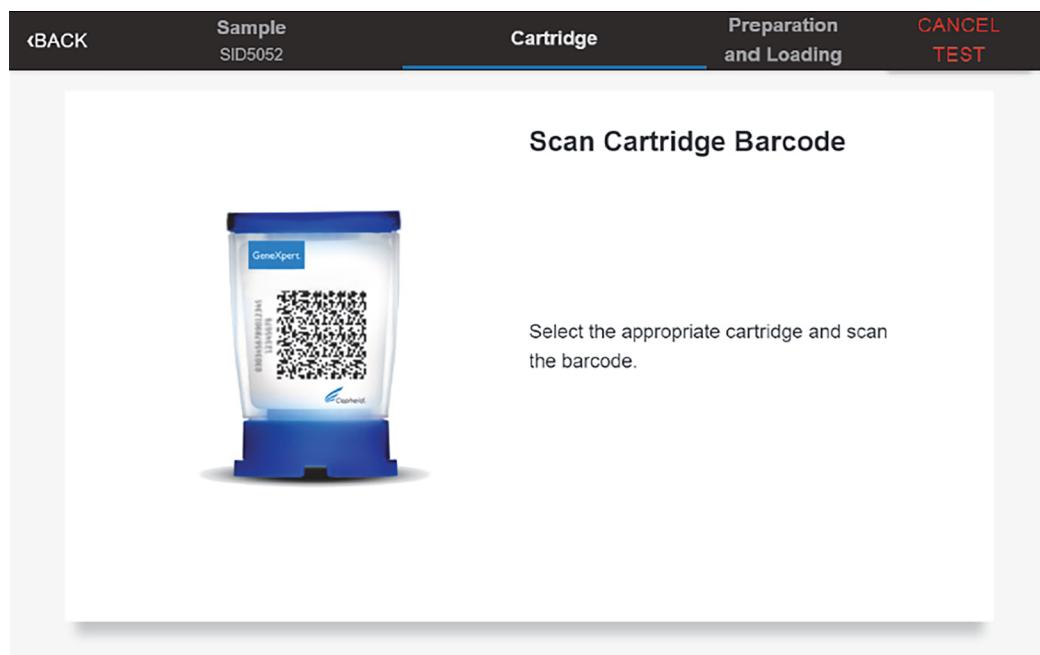

Figure 17. Écran Scanner le code-barres de la cartouche (Scan Cartridge Barcode)
4. Vérifiez l'identifiant de l'échantillon et appuyez sur **CONFIRMER (CONFIRM)**. L'écran **Lire le code-barres de la cartouche (Scan Cartridge Barcode)** s'affiche (voir la Figure 17).